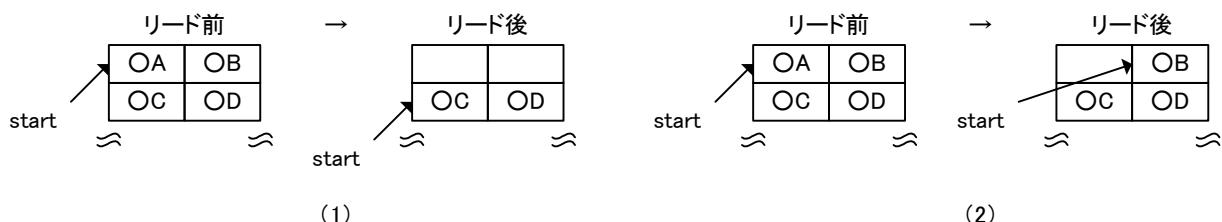

Figure A2.6.24 FIFO リード処理 (正常動作)
バイト境界が無い状態からのワード読み出しの様子を Figure A2.6.24 の (1) に示します。アクセス毎にデータ A, B→データ C, D と読み出されます。また、バイト読み出しの様子を Figure A2.6.24 の (2) に示します。アクセス毎にデータ A→データ B→データ C→データ D と読み出されます。以上は正常な読み出し動作です。